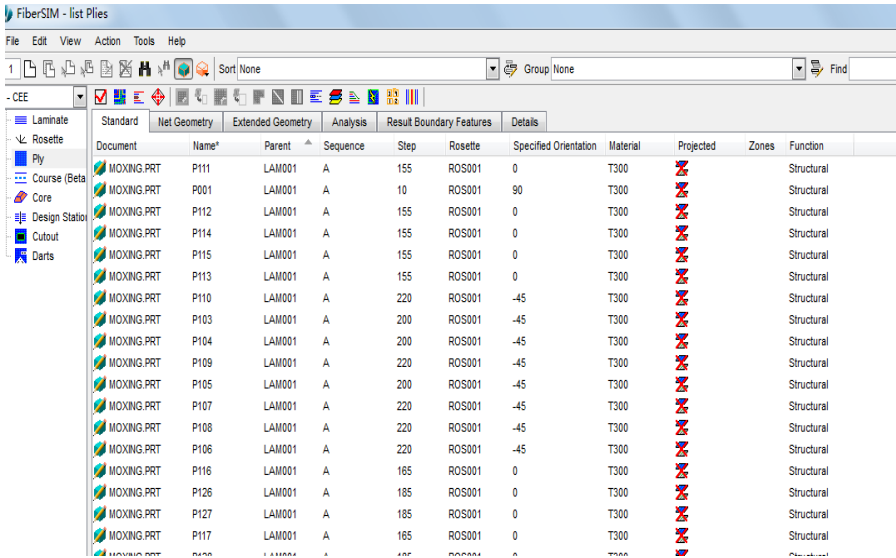
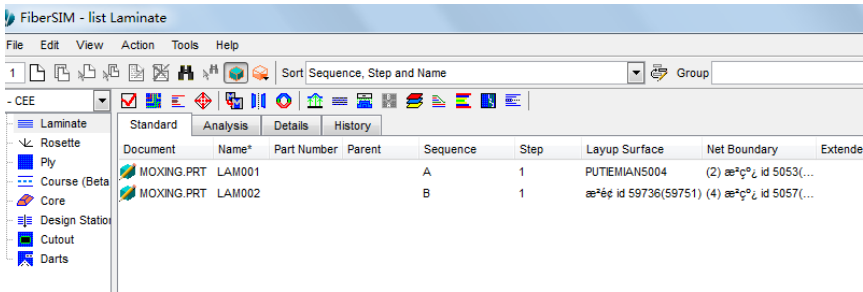

图 2 铺层参数界面
图 3 铺层参数界面
- b. 在 FiberSIM 软件中依次建立设计环境参数，包括层合板参数、参考方向，创建铺层和原点，选取铺层边界，边界自动延伸，定义铺贴层数、材料、铺贴顺序、铺贴角度等，如图 2、图 3 所示。